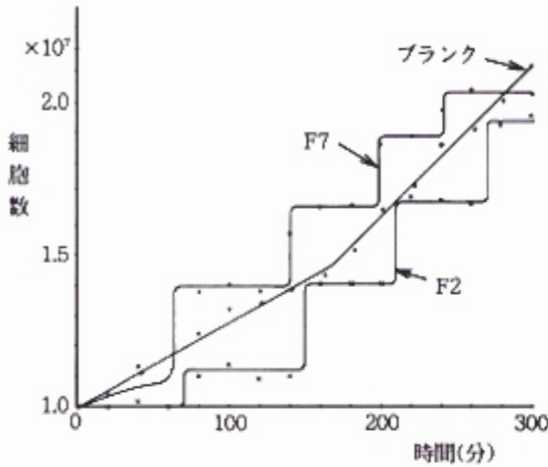

図2. 同調培養の様子
- (1) フラクシオン1とフラクシオン2に出芽前の酵母細胞が100%の純度で得られました。
- (2) フラクシオン5に出芽した酵母細胞が約70%の純度で得られました。
- (3) フラクシオン7に分裂前のだるま状の酵母が約80%の純度で得られました。
- (4) フラクシオン2とフラクシオン7の酵母を培養し、その同調性を確認しました。(図2参照)